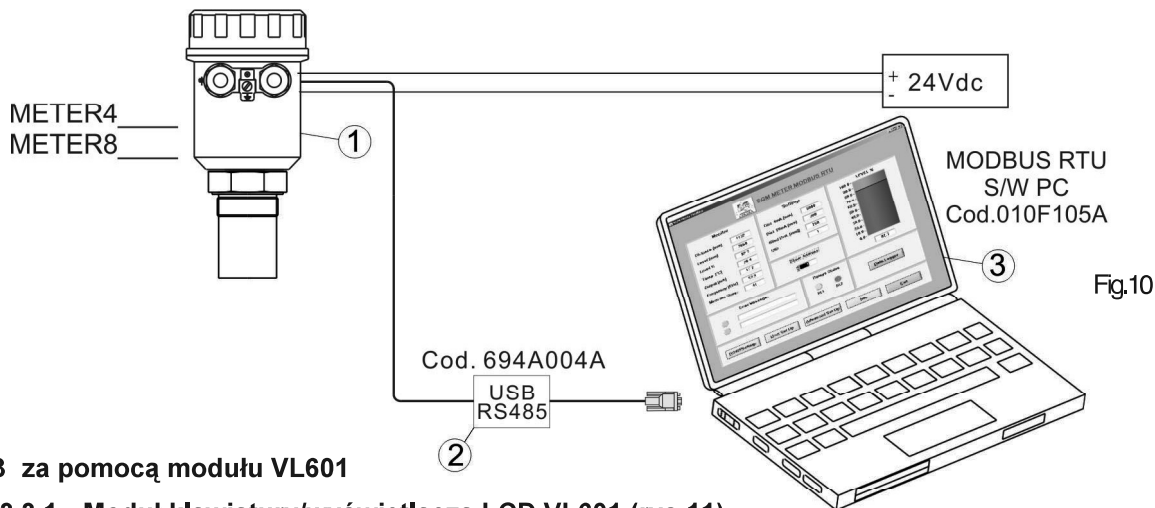

Fig.10
3.2.1 MODBUS RTU PC podłączenie (rys.10)